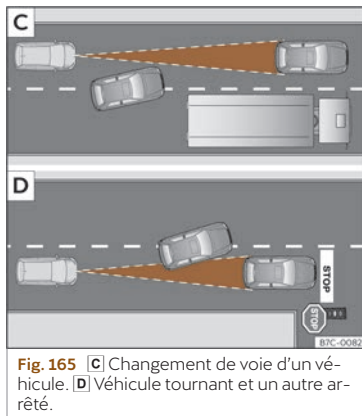

Fig. 165 **C** Changement de voie d'un véhicule. **D** Véhicule tournant et un autre arrêté.
- Véhicules changeant de voie pour aller sur la vôtre, à courte distance de votre véhicule »» » **fig. 165** **C**.
L'ACC peut ne pas réagir face à des véhicules arrêtés. Par ex., si un véhicule détecté par l'ACC tourne ou se détache et que devant ce dernier se trouve un véhicule à l'arrêt, l'ACC ne réagira pas face à celui-ci» **fig. 165 D**.